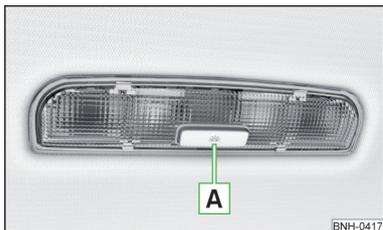

Fig. 46
**Commande (en appuyant sur l'interrupteur) » fig. 46**